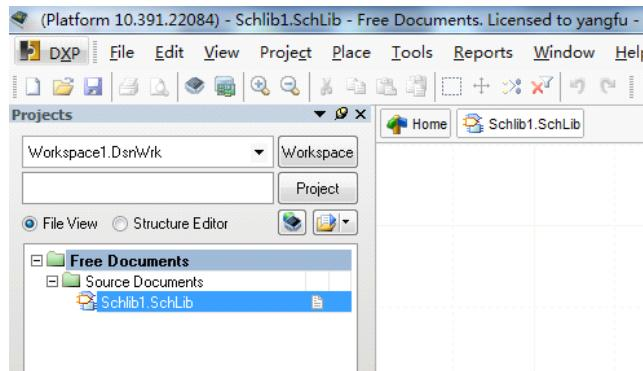

图 6-3.2 新建原理图库
**新建:** 选择【File】/【New】/【library】/【Schematic】菜单命令；完成后如图 6-3.2 所示：